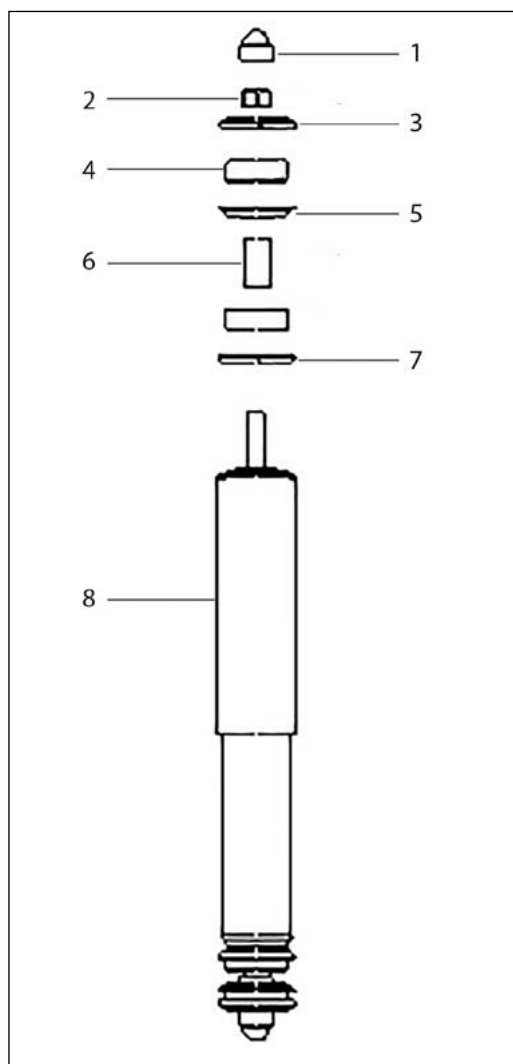

Figura 3-2-1
1. Com a manga de aço voltada para cima, instale o conjunto do amortecedor no suporte do amortecedor dianteiro/traseiro da carroceria do veículo de acordo com a *Figura 3-2-1*.
3. Estique o amortecedor, instale o conjunto do amortecedor no suporte do eixo de acordo com a *Figura 3-2-1* e aparafuse a contraporca sextavada.